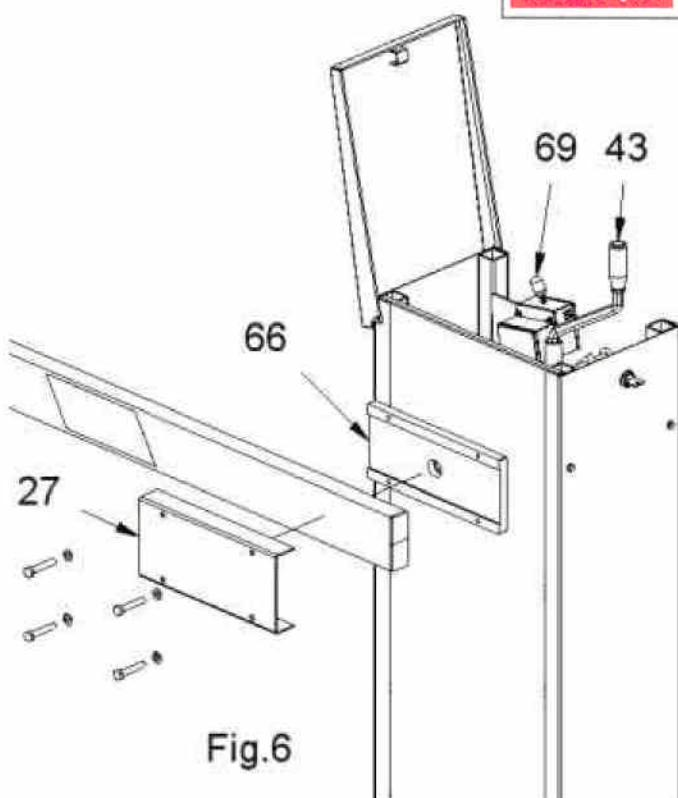
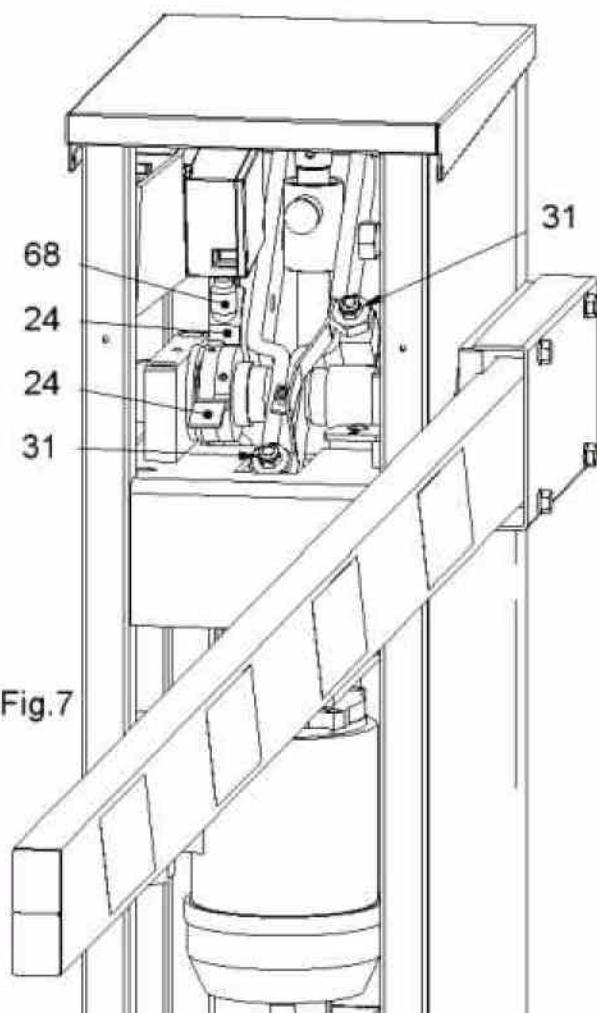

Fig.6
Fig.7
3) ① Azionare manualmente la vite (pos.60 vedi cap.10 esplosi componenti) con la maniglia (pos.43), finchè la ganascia porta asta (pos.66) è orizzontale. Bloccare l'asta sulla ganascia (pos.66) con il copri ganascia (pos.27) e le 4 viti M8 (fig.6). Manovrare manualmente con la maniglia (pos.43) la salita e la discesa dell'asta e verificare l'esatto intervento sia del finecorsa elettrico di salita/discesa (pos.68 vedi fig.7) sia degli arresti meccanici (pos.31 vedi fig.7) già preregistrati. Collegare la linea di alimentazione, le linee dei comandi e degli accessori alla centrale di comando (pos.134 vedi cap.10 esplosi componenti) secondo le normative vigenti. Collegare a massa. Per i collegamenti elettrici alla centrale elettronica di comando e per eventuali programmazioni e/o regolazioni utilizzare le istruzioni di collegamento a corredo della stessa. Il finecorsa (pos.69) blocca il funzionamento elettrico a coperchio aperto
(GB) Manually operate the screw (pos.60 see chap.10 exploded component) with the handle (pos.43), until the jaw (pos.66) is horizontal. Stop the arm on the jaw (pos.66) with the jam (pos.27) and the 4 screws M8 (fig.6).
Manually operate with the handle (pos.43) the slope and the descent of the arm and verify the exact intervention both of the electric limitswitch of opening/descent (pos.68 see fig.7) both of the mechanical arrests (pos.31 see fig.7) already registered.
(F) Actionner manuellement les vies (pos.60 voir chap.10 explosé composantes) avec la poignée (pos.43), tant que l'etau porte-lisse (pos.66) est horizontal. Bloquer la lisse sur l'etau (pos.66) avec l'etau (pos.27) et les 4 vis M8 (fig.6). Manoeuvrer manuellement avec la poignée (pos.43) la montée et la descente de la lisse et vérifier l'exakte intervention soit du fin de course électrique du montée/descente (pos.68 voir fig.7) soit des arrêts mécaniques (pos.31 voir fig.7) déjà preenregistrés.
4) **(I)** L'eventuale regolazione del finecorsa elettrico (pos.68) di salita/discesa si effettua agendo sulle 2 camme (pos.24) poste sull'albero di manovra che vanno ad intercettare il finecorsa nei 2 sensi di marcia. Il finecorsa elettrico di salita /discesa deve attivarsi un attimo prima che l'arresto meccanico (pos.31) intervenga (fig. 7).
(GB) The possible regulation of the electric limitswitch (pos.68) of opening/descent on effects acting around 2 cams (pos.24) setted on the tree of manoeuvre that they go to intercept the limitswitches in the 2 senses of march. The electric limitswitch of opening / descent has to activate itself just an instant before the mechanical arrest (pos.31) intervenes (fig. 7).
(F) L'eventuelle régulation du fin de course électrique (pos.68) de montée/descente s'effectue en agissant sur les 2 cames (pos.24) positionnées sur l'arbre de manœuvre qui vont intercepter le fin de course dans les 2 sens de marche. Le fin de course électrique de montée/descente doit s'activer un instant d'abord que l'arrêt mécanique (pos.31) intervienne (fig. 7).
Smontare la ganascia porta asta (pos.66 fig.6) fissata all'albero di manovra e riposizionarla sul lato opposto dell'albero di manovra previo smontaggio del tappo in plastica di colore nero che andrà a chiudere il foro lasciato libero sul lato opposto. Attenzione il serraggio della vite a brugola che fissa la ganascia all'albero di manovra deve rispettare i valori riportati sulla targa adesiva presente sulla ganascia (vedi fig. 8).
Remove the central supporting plate 165 to allow the programming from the opposite side. To get off the jaw of the arm (pos.66 fig.6) fixed to the tree of manoeuvre and put it again on the opposite side of the tree of manoeuvre previous uninstall the black plastic cork that it will close the hole left on the opposite side free. Warning: the shutting of the socket cap screw that fixes the jaw to the tree of manoeuvre has to respect the values brought on the present adhesive plate on the jaw (you see fig. 8).
Démonter l'etau porte-lisse (pos.66 fig.6) fixée à l'arbre de manoeuvre et la remettre sur le côté opposé de l'arbre de manoeuvre en ayant démonté en avant le bouchon en plastique de couleur noire qui ira fermer le trou laissé libre sur le côté opposé. Attention : le serrage des vis à brugola qui fixe l'etau à l'arbre de manoeuvre doit respecter les valeurs rapportées sur la palque adhésive présent sur l'etau (voir fig. 8).